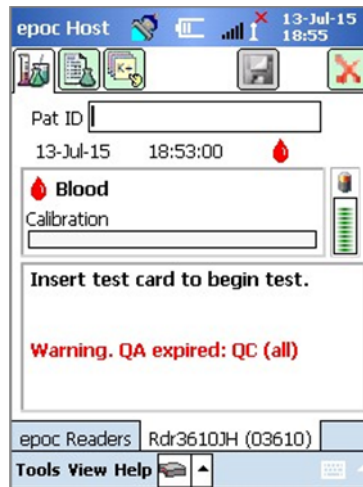

Figure 54
- Lors de la période de grâce, un avertissement apparaît chaque fois qu'un test sanguin est exécuté, indiquant que le programme est arrivé à expiration (Figure 54).